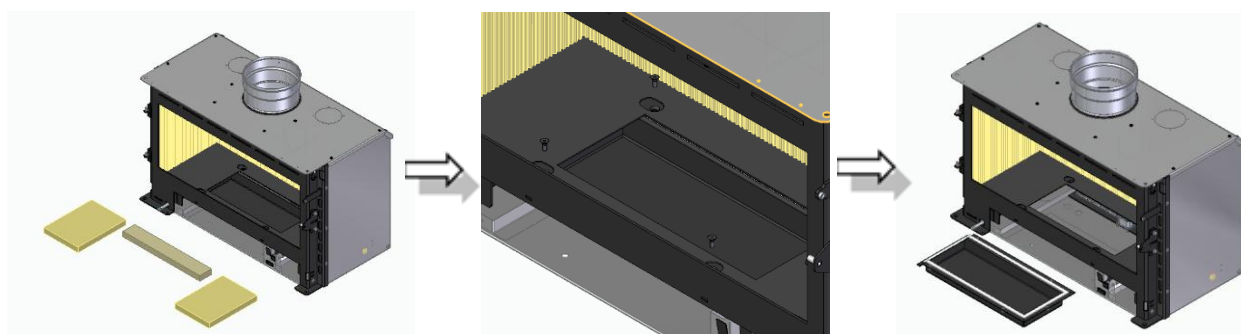

Figura 45 – Retirada de la vermiculita del fondo y del cajón
c. Retire la vermiculita del fondo del interior de la cámara de combustión y luego afloje los tornillos inferiores que fijan la caja, a su vez la caja después de aflojarse, sale por debajo del equipo, ver Figura 45.